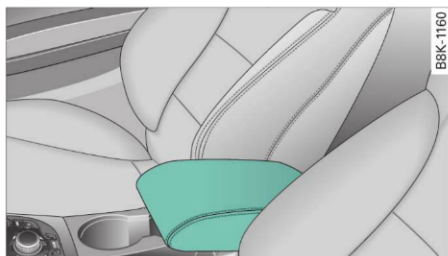

Fig. 58 Cotiera dintre scaunul șoferului și scaunul pasagerului dreapta.
- Pentru a regla înclinarea, ridicați cotiera din poziția inițială ⇒ fig. 58, în trepte.